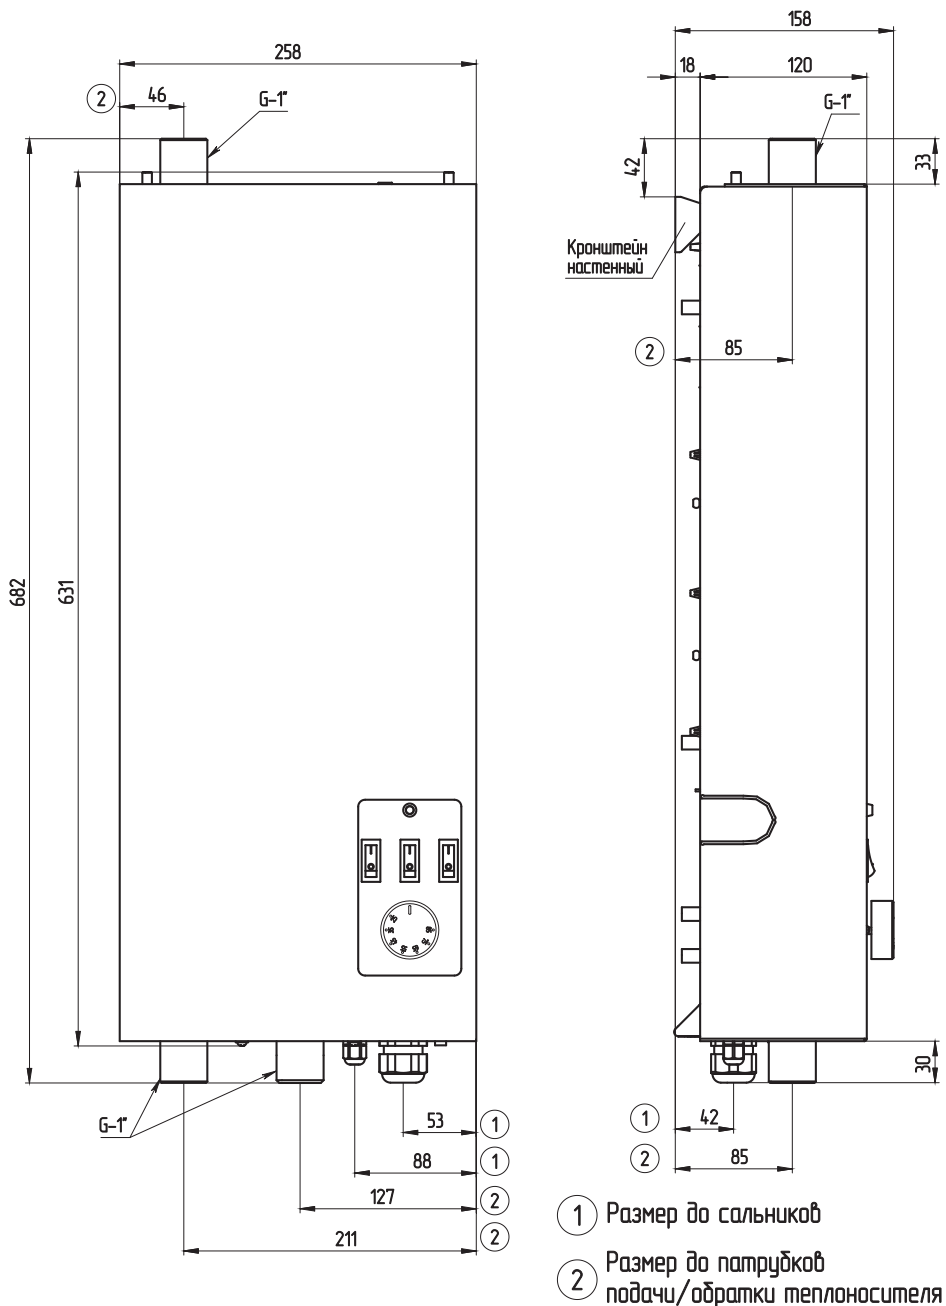

Рис.5 Габаритные размеры
- Подсоединить котел к системе отопления. Габаритные и присоединительные размеры котлов указаны на **Рис.5**;